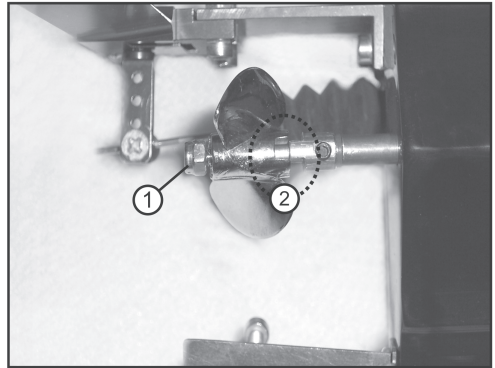

Bild 7
- Entfernen Sie mit einem geeigneten Werkzeug (nicht im Lieferumfang) die Sicherungsmutter (Bild 7, Pos. 1). Zum Entfernen der Mutter müssen Sie diese nach links gegen den Uhrzeigersinn drehen.
- Montieren Sie die neue Schiffsschraube auf der Welle in der Art, dass die Einkerbungen der Schiffsschraube in die Einkerbungen der Antriebswelle einrasten (Bild 7, Pos. 2).